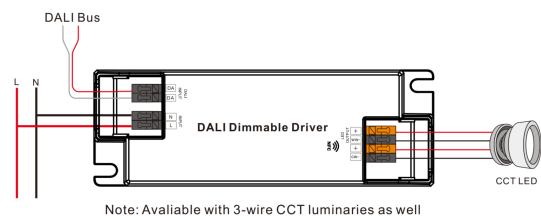

Рис.4. Схема проводки для подключения к шине Dali
1. Подключение к шине DALI - см. рис. 4